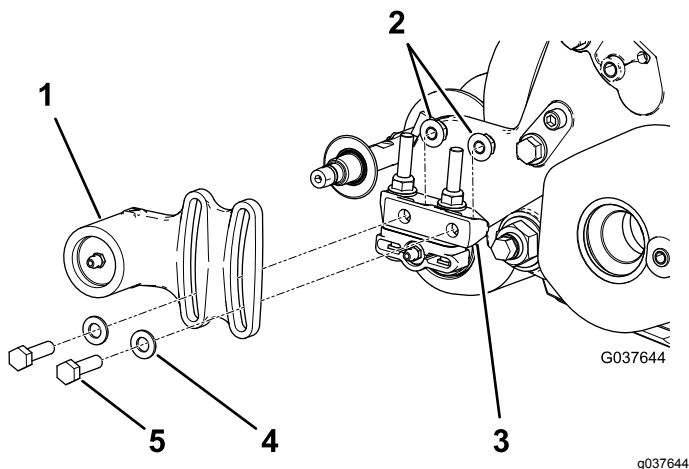
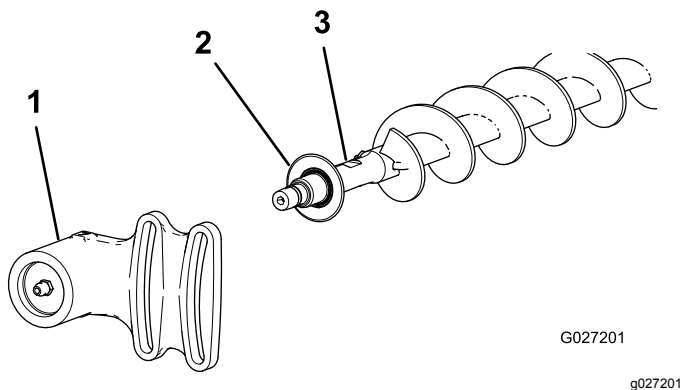

Figure 20
Figure 21
1. Si une brosse à rouleau est montée sur le plateau de coupe, enlevez les 2 boulons, rondelles et écrous qui fixent le logement de roulement libre au support de fixation du logement de roulement (Figure 20 et Figure 21).
2. Faites glisser le logement de roulement libre et le joint d'étanchéité pour les déposer de l'arbre de la brosse (Figure 21).
9. Montez le joint d'étanchéité et le logement de roulement libre sur l'arbre de brosse (Figure 21).